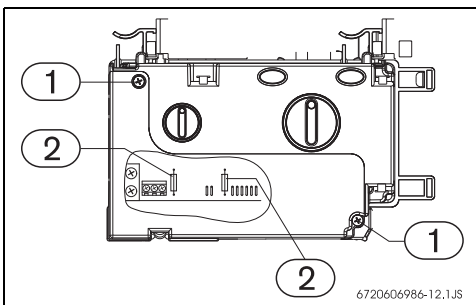

Fig. 17 Caja de mando
- ▶ Retire los tornillos de la caja (Fig. 17, [1]) y retire la tapa.
- ▶ Cambie los fusibles (Fig. 17, [2]).